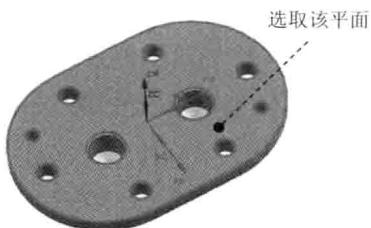

图 1.3 切削区域
Step2. 选取图 1.3 所示的面为切削区域，在“切削区域”对话框中单击 确定 按钮，完成切削区域的创建，同时系统返回到“底壁加工”对话框。